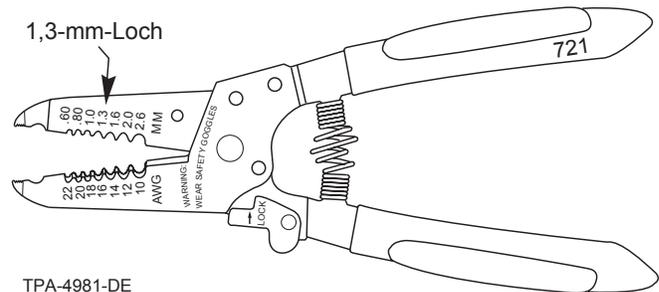
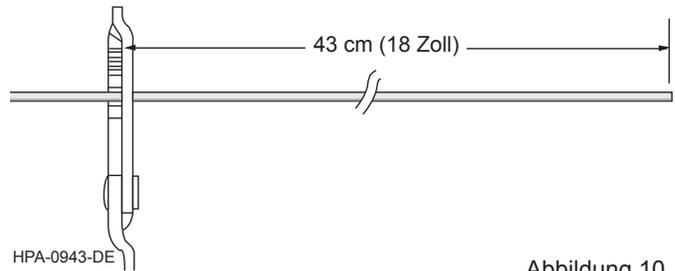

Abbildung 9
Abbildung 10
Schritt 1: Aderhülle in das 1,3-mm-Loch des Werkzeugs Ripley/Miller 721 (Abbildung 9) wie in Abbildung 10 dargestellt etwa 45 cm (18 Zoll) vom Hülleneende entfernt einlegen.